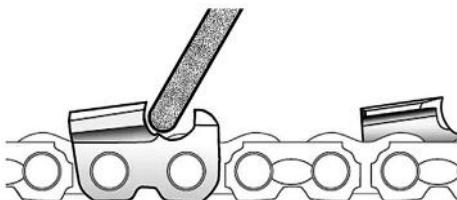

Рис. 16 Регулировка глубины заточки
- Не включая электродвигатель, возьмитесь за рукоятку управления, затем плавно опустите заточкой диск и переместите цепь так, чтобы заточкой диск попал в выемку зуба и уперся в нее (Рис. 16).